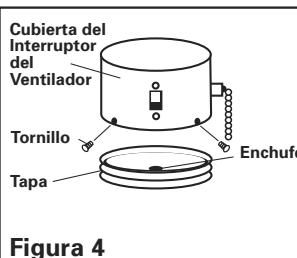

Figura 4
1. Quite del ventilador la tapa del alojamiento del interruptor destornillando los tornillos de montaje inferiores (figura 1) o los tornillos de montaje laterales (figura 4).